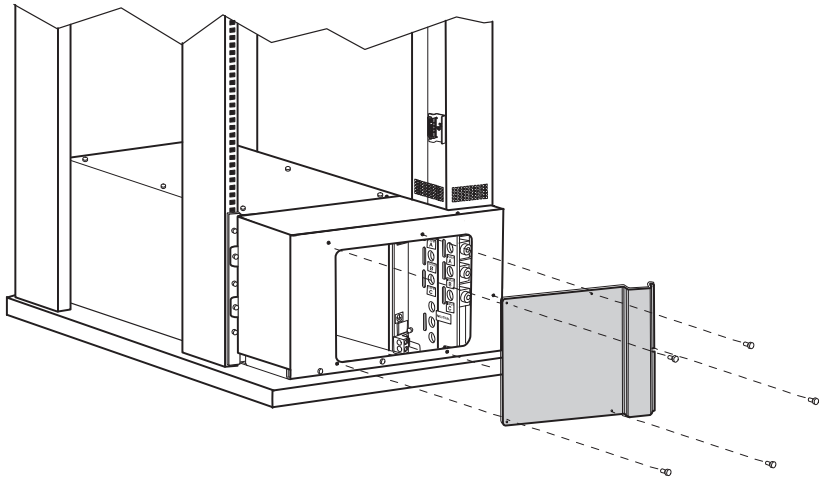

Рисунок 5. Снятие крышки кабельного канала (стойка с нижним вводом)
1. Извлеките пять винтов из крышки доступа к кабельному каналу и сохраните их. Снимите крышку и сохраните ее. См. рисунок 5.